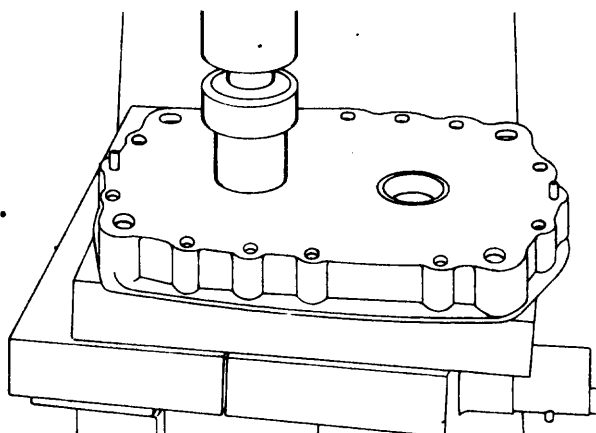

Fig. 6
- d Saque rodamientos y seguros de las placas de los extremos (fig.6).